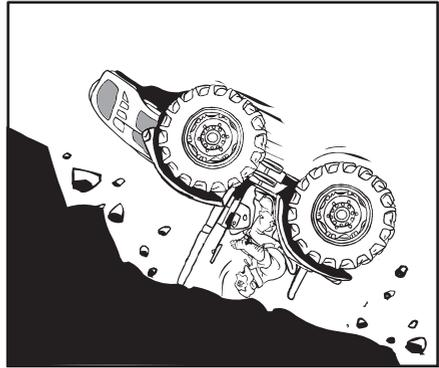

Fig. 2.14
- Si vous travaillez en bordure de fossés et talus, maintenez le tracteur derrière la ligne de fracture. Évitez les fossés, les berges, terre-pleins et berges de fleuves qui pourraient céder brusquement. (Fig. 2.14).